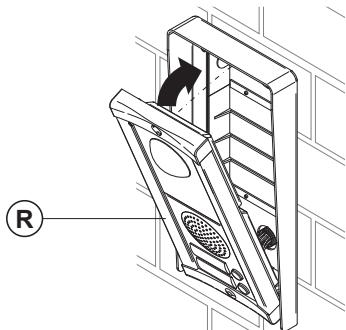
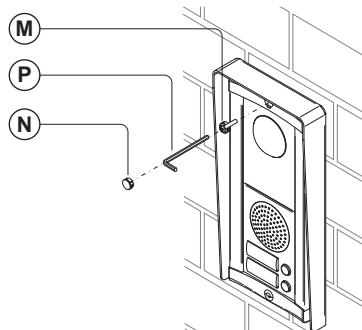

Fig. 10
Fig. 11
11. Empurre o suporte **R** (**Fig. 10**) para cima e fixe-o na caixa traseira com o parafuso **M** (**Fig. 11**) utilizando uma chave sextavada **P** (**Fig. 11**);
12. Oculte o parafuso utilizando a tampa de plástico **N** (**Fig. 11**) fornecida.